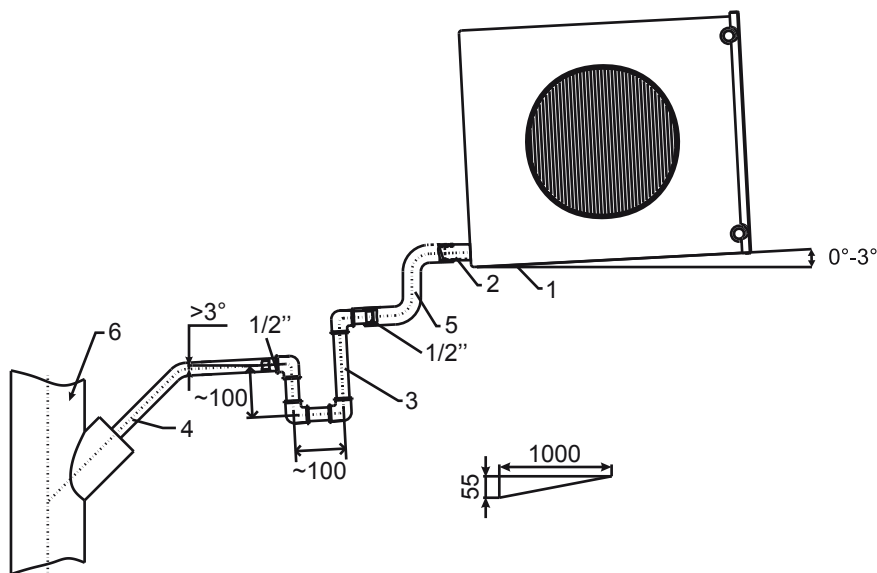

Рис. 1
Охладитель (1) должен иметь уклон в сторону патрубка отвода конденсата (2) (см. рис. 1).
Система отвода конденсата должна эксплуатироваться в помещениях с температурой воздуха выше 0 °С. Схема отвода конденсата от охладителя показана на рис. 1.